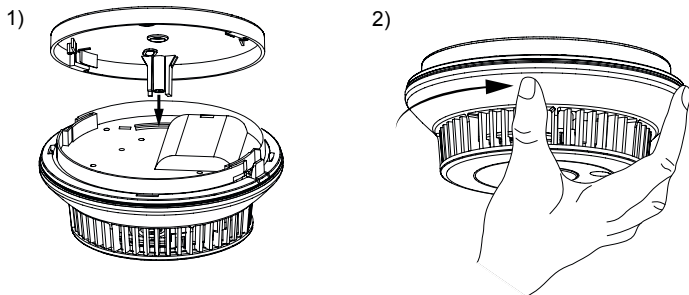

Abbildung 7: Rauchwarnmelder einrasten
- Drehen Sie anschließend den Rauchwarnmelder im Uhrzeigersinn in den Deckenhalter ein, bis er spürbar einrastet (vgl. „Abbildung 7: Rauchwarnmelder einrasten“ auf Seite 12).